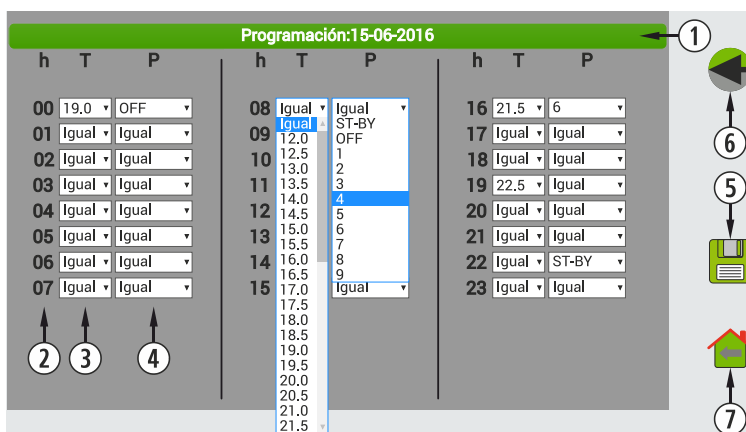

Figura 49
Es importante validar dicha programación pulsando en guardar (punto ⑤, figura 49) tras realizar la programación.
①	Plantillas 1 - 7.
②	Regreso a pantalla anterior.
③	Aplicar cambio sobre programaciones previas.
④	Regreso a pantalla principal.